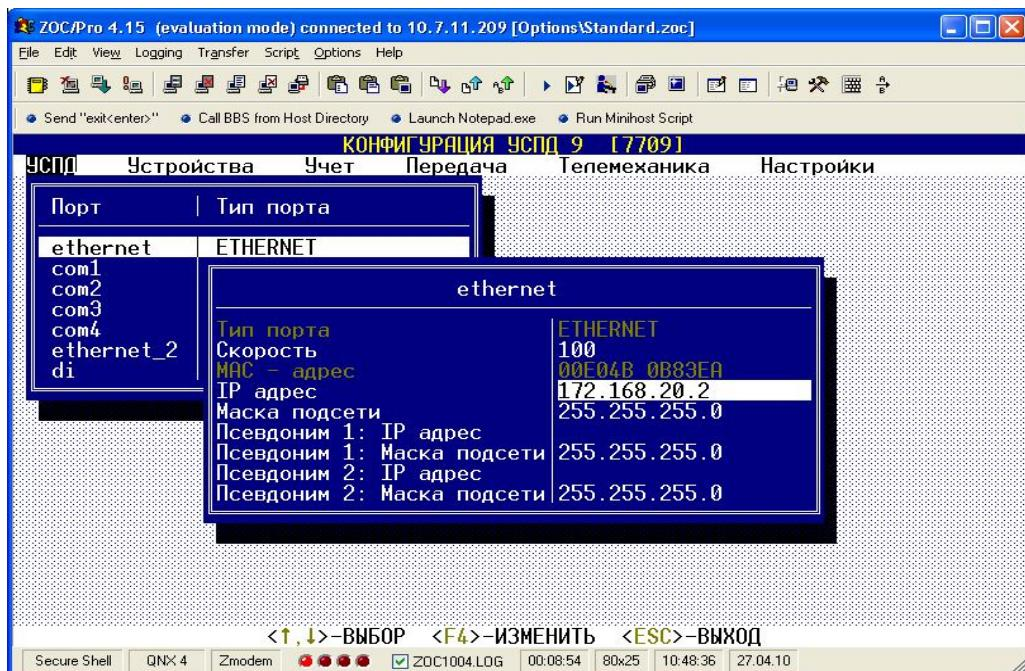

Рисунок 18
6.5.1.1. Подключить УСПД к Интернет по одному из Ethernet интерфейсов. Для этого при статической адресации установить на заданном интерфейсе статический IP-адрес и маску подсети в окне «Конфигурация» => «УСПД» => «Порты» => требуемый порт рисунок 18. Портам Ethernet на производстве присваиваются следующие IP-адреса: LAN1-10.7.11.202; LAN2-192.168.11.202. После проведения наладочных работ данные адреса могут быть изменены. В этом случае для доступа к УСПД необходимо использовать адреса в соответствии с протоколами наладки устройства.